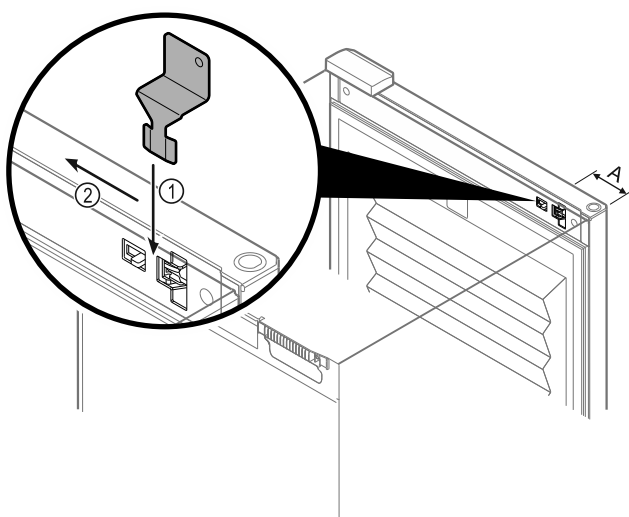

Fig. 164
- ▶ Klíč pro nouzové odblokování umístěte na dané místo Fig. 164 (A) ≈ 100 mm.
- ▶ Zasuňte klíč pro nouzové odblokování mezi dveře a korpus spotřebiče shora až na doraz Fig. 164 (1).
- ▶ Zatlačte klíč pro nouzové odblokování ve směru strany závěsu Fig. 164 (2).